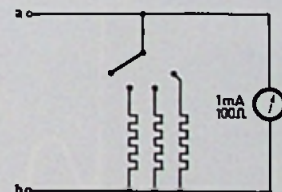
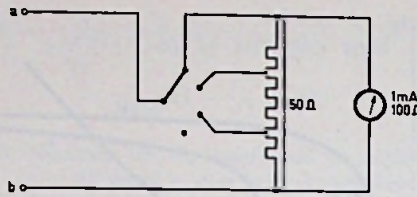

Fig. 11
Fig. 12
2. Een ampèremeter met omschakelbare bereiken kan geconstrueerd worden met omschakelbare shunts (zie fig. 11) of met een aftakshunt (zie fig. 12). Gegeven is dat het meetinstrument bij een stroom van 1 mA volle uitslag geeft en een weerstand heeft van 100 ohm.
- Bereken de shuntweerstand die volgens het principe van fig. 11 ingeschakeld moet worden om een bereik van 100 mA te krijgen.
- b. Bereken het aftakpunt van de aftakshunt (fig. 12) waarbij het bereik eveneens 100 mA is.
- d. Een overgangscontact in de schakelaar staat in de schakeling volgens fig. 11 in serie met de shuntweerstand en beïnvloedt dus de stroomverdeling tussen deze weerstand en de meter. De verhouding tussen de aanwijzing van de meter en de totale stroom wordt dus door een dergelijke weerstand gewijzigd, m.a.w. de meter wijst niet meer de juiste waarde aan. In fig. 12 komt een overgangsweerstand alleen tot uiting als een weerstand in serie met het geheel. De verhouding tussen totale stroom en stroom door de meter wordt hierdoor niet beïnvloed, dus blijft de meter de juiste stroom aanwijzen.